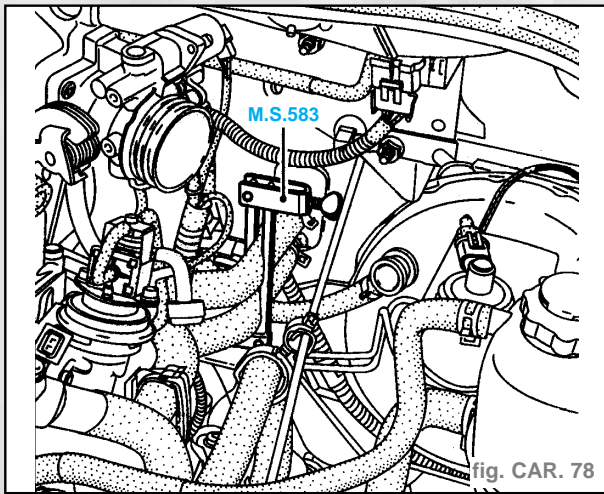

fig. CAR. 78
- Placer une pince pour tuyaux type **M.S. 583** sur les Durit de chauffage dans le compartiment moteur (fig. CAR. 78).